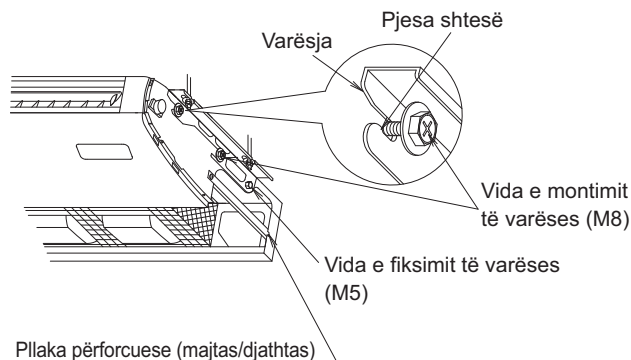

Fig. 11
- (2) Ngrini lart njësine e brendshme, rrëshqiteni nga përpara dhe futni bulonin e montimit të varës (M8) për ta varur përkohësisht. (Shihni fig. 11)
- (3) Shtrëngoni vidat e fiksimit të varës (M5) në 2 vendet siç ishin më përpara, nga ku u hoqën. (Shihni fig. 11) Është e nevojshme që të shmangni zhvendosjen nga drejtimi të njësive të brendshme.
- (4) Shtrëngoni siç duhet vidat e montimit të varës (M8) në 4 vendet. (Shihni fig. 11)